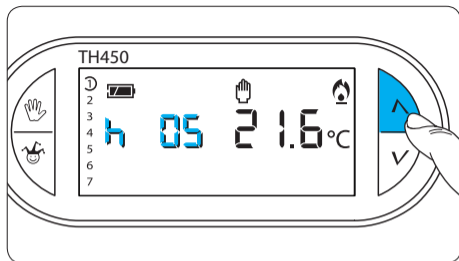
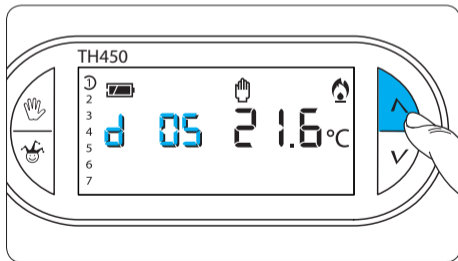

Fig. 79
Fig. 81
21.4 - Premere il pulsante \wedge o \vee sino a che non si raggiunga il numero di ore (fig. 79) o giorni desiderati (fig. 81) da 1 a 99.